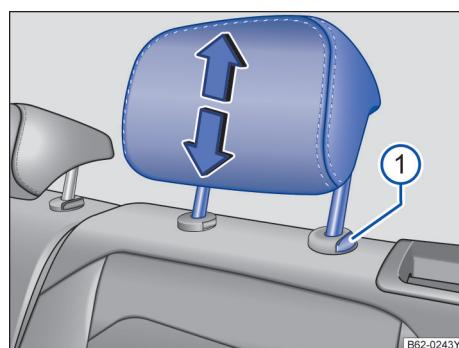

图 61 调整后排头枕
- 按住按钮→图 61 ①，同时沿箭头方向上推或下压头枕即可将头枕调整至合适高度→▲，在拆卸和安装头枕中，见第 62 页。